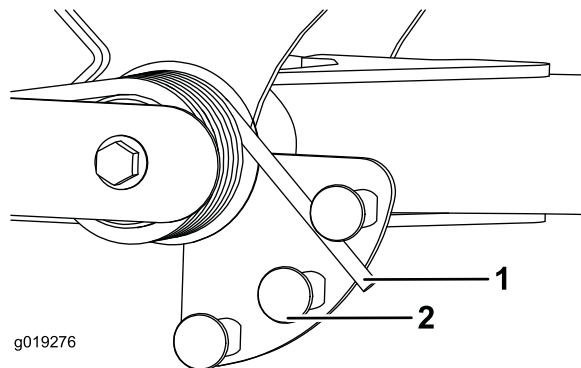

Figura 34
2. Insira um tubo ou objeto semelhante na extremidade da mola comprida e incline-a em redor do atuador da mola para a posição desejada (Figura 34).